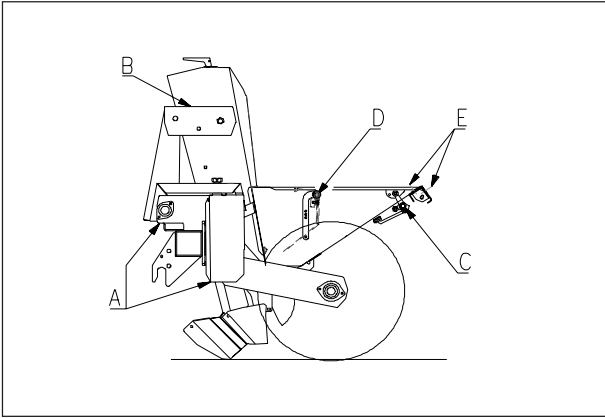

Fig. 22
Der Antrieb (Abb. 22/A) muß in Übereinstimmung mit der Position der Räder eingestellt werden. Bei der endgültigen Anordnung soll der Kettenkasten (B) dicht am Legerohr liegen. Die ausgehende Welle des Getriebes einstellen (mit einer Schraube befestigt).
Vor der Einstellung müssen die Legeeinheiten vom Hauptrahmen gelöst werden, und die Sechskantwelle (Abb. 22/C) der Agitatorscheibe, die Vierkantwelle (D) zwischen den Drosselplatten mit Schiene (E) hinter den Legeeinheiten und die Teleskopradwelle müssen gelöst sein. Danach die Radachse in der gewünschten Spurweite festschrauben.